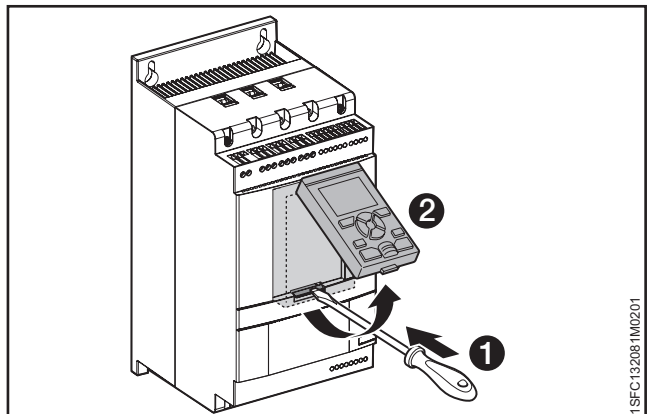

图 4.8 取下键盘
当您需要拆下 PSTX 键盘时，要用可同时并行通信和供电的 3 米长带电电缆进行连接。并将该电缆连接到软起动器前面的网络端口。用螺丝刀撬下卡口可以拆下键盘，见图 4.8 中的 ① 和 ②。